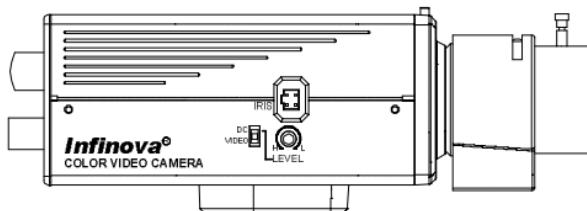

图 4
(2) 按顺时针方向旋转镜头，将镜头固定在摄像机上。并调节其位置。
(3) 如果使用带有内装 EE 放大器的视频驱动自动光圈镜头时，请把开关转到 VIDEO 一边。如果使用没有内装 EE 放大器的直流驱动自动光圈镜头时，请把开关转到 DC 一边 (DC/VIDEO 驱动开关见下图 4)。